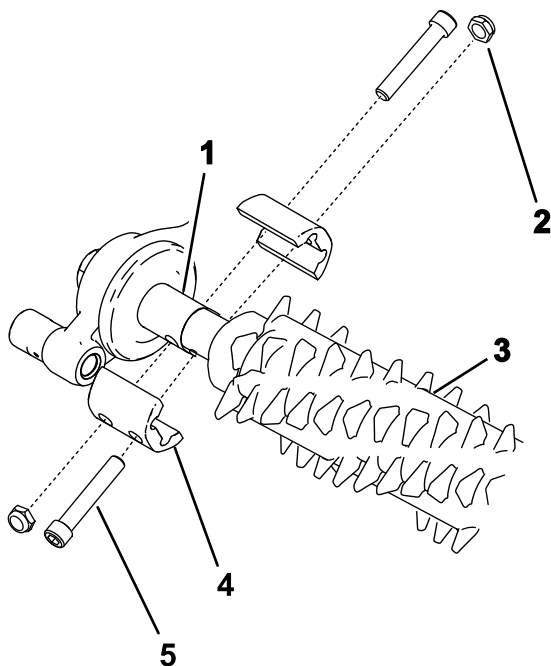

Figura 17
2. Alinhe o rastelo de corte com a caixa de transmissão do rastelo e o conjunto do rolete (Figura 17).
3. Fixe o rastelo na máquina como mostra na Figura 17 e aperte os parafusos.